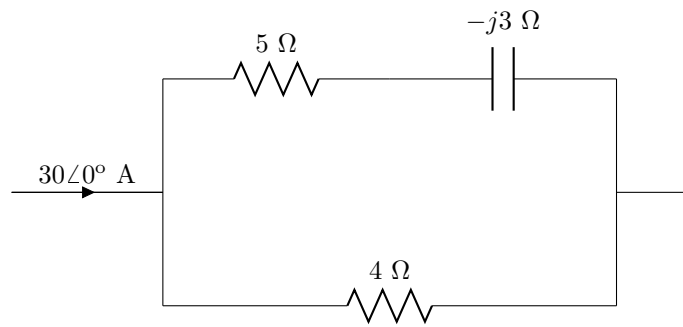

Figura 5.6: Circuito del problema 11.
11. Halla las potencias totales que absorbe el circuito paralelo de la figura 5.6.